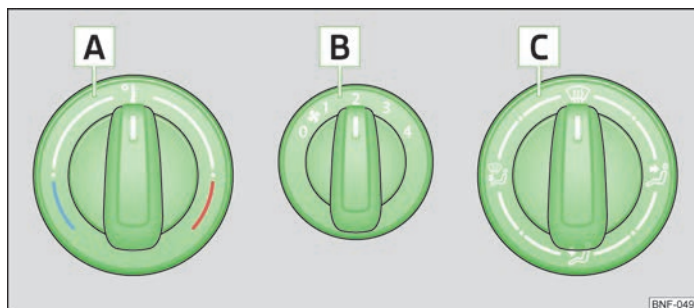

Fig. 60 Calefacción: Elementos de mando
- Girar el regulador giratorio **[A]** » fig. 60 hacia la derecha para elevar la temperatura.
- Girar el conmutador del ventilador **[B]** » fig. 60 a una de las posiciones 1-4 para conectar el ventilador.
- Con el regulador de distribución de aire **[C]** » fig. 60, se regula el sentido de salida del aire » página 52, Eyectores de salida de aire.
- Elementos de mando A, B, C » fig. 60 de la página 52.